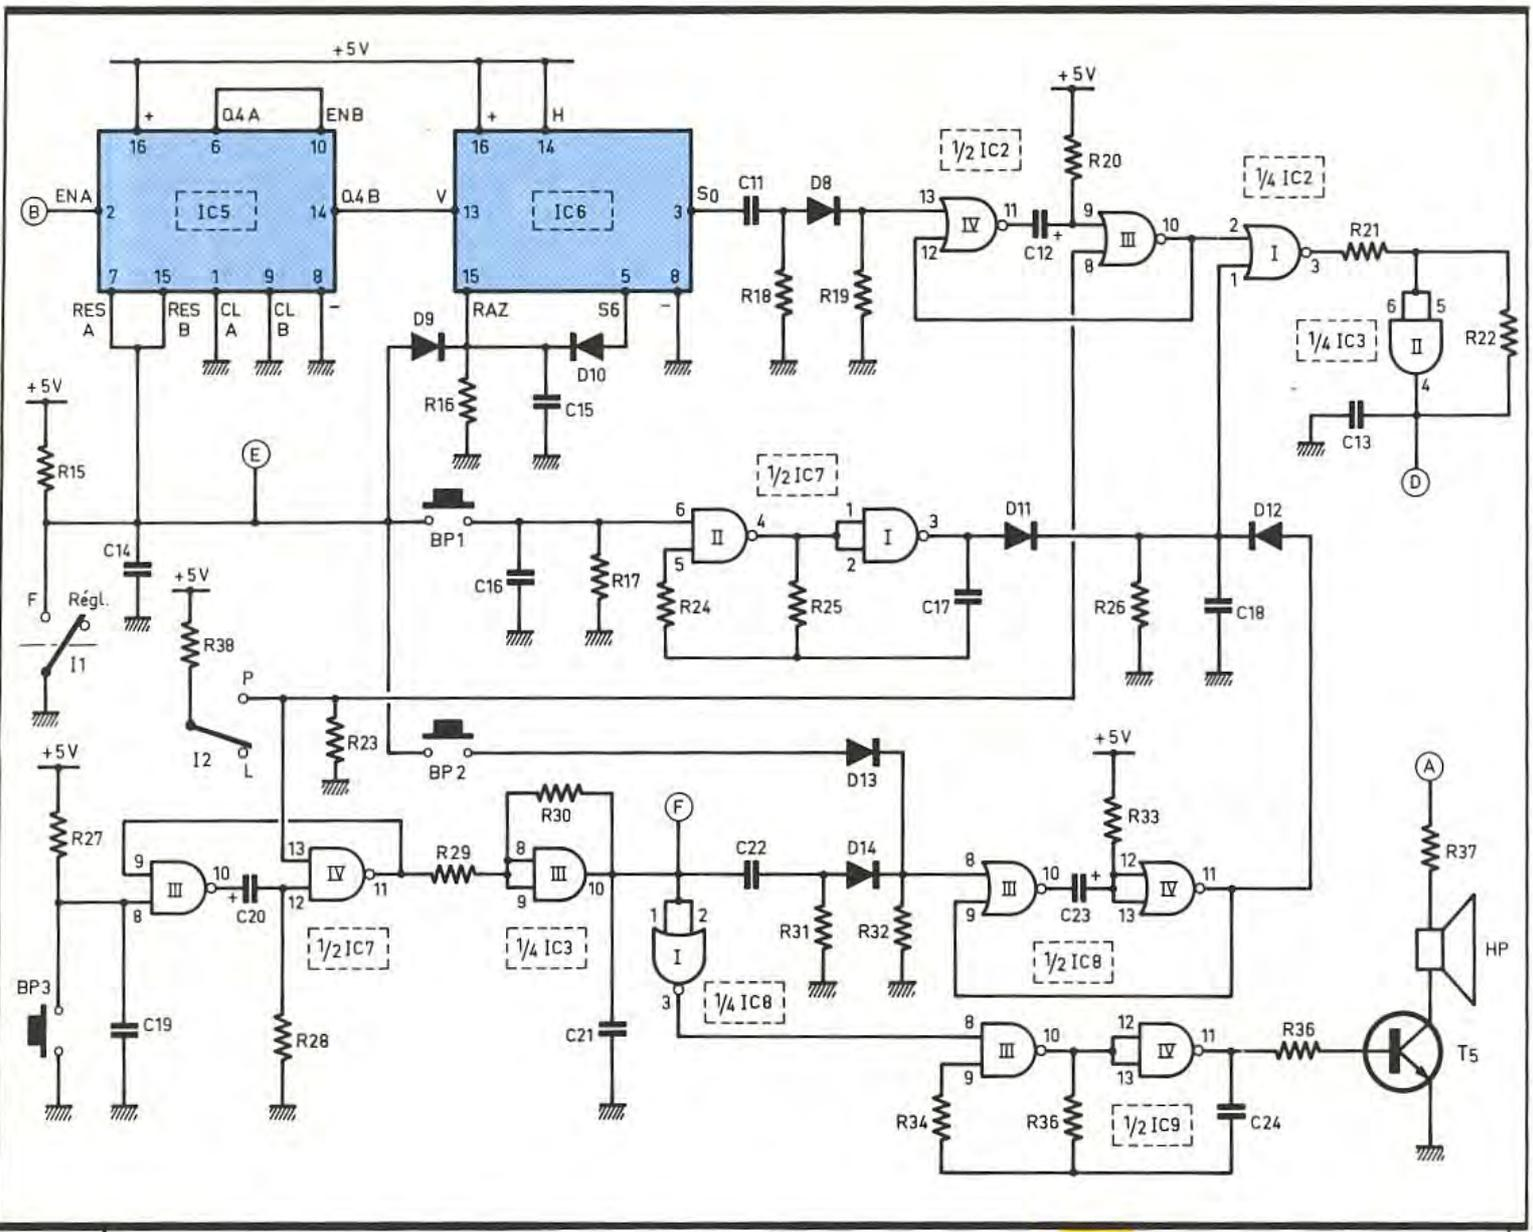

Fig. 4 Commande du compteur d'adresse.
d) Avance du compteur d'adressage (fig. 4)
e) Avance rapide du compteur d'adressage (fig. 4)
f) Avance pas à pas du compteur d'adressage (fig. 4)
g) Commande de la programmation (fig. 4 et 7)
h) Sonorisation de la validation (fig. 4 et 7)